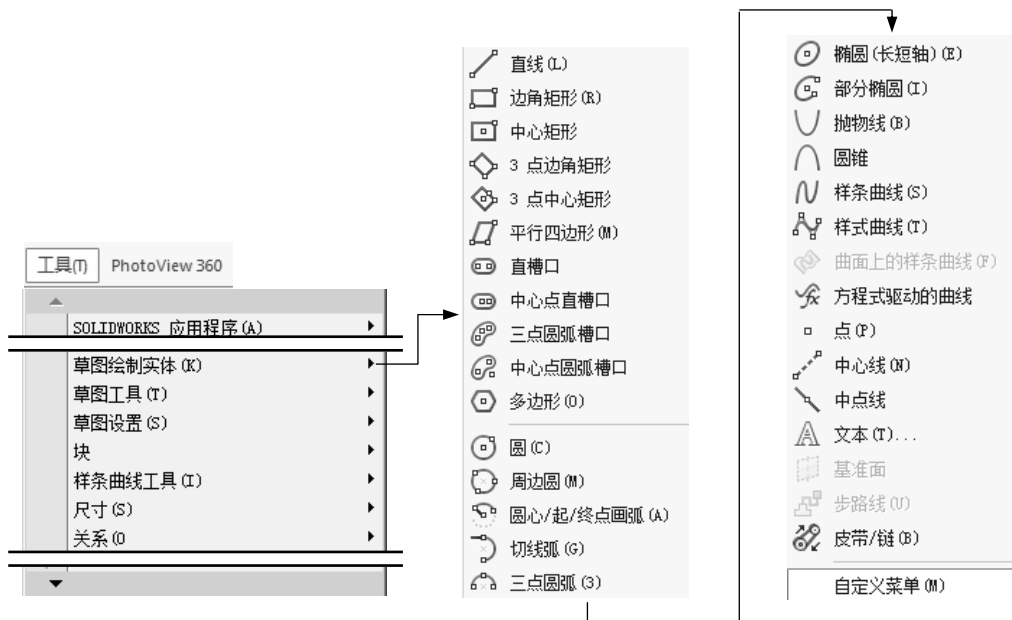
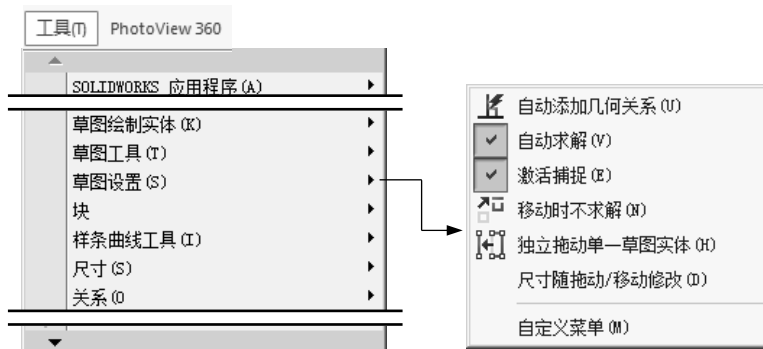

图 4.4.1 “草图绘制实体”子菜单
图 4.4.3 “草图设置”子菜单
**工具(T)** 下拉菜单是草图绘制环境中的主要菜单，它的功能主要包括约束、轮廓和操作等（图 4.4.1~图 4.4.3）。